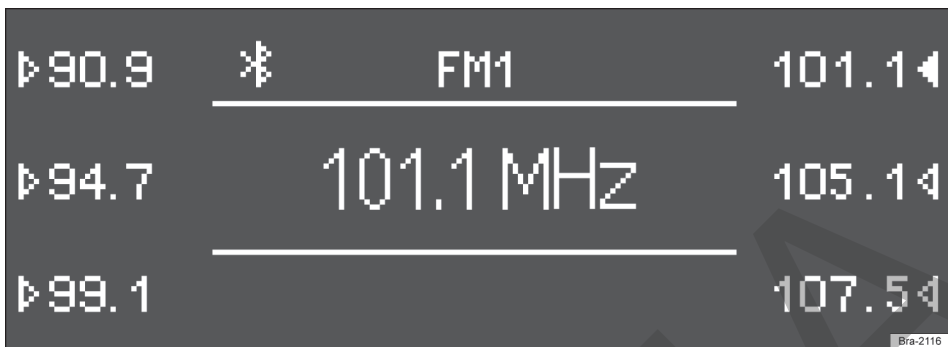

Fig. 131 Emisoras memorizadas en las teclas de presintonía del nivel de memoria FM1.
- La emisora que se está escuchando (en → fig. 131: 101.1 MHz) se memorizará en esa tecla de presintonía.